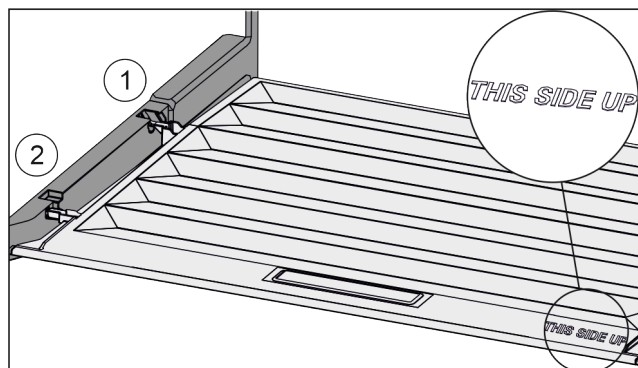

Fig. 44
- Introduire les rainures du couvercle par l'orifice du support arrière Fig. 44 (1) et les enclencher à l'avant dans le support Fig. 44 (2).